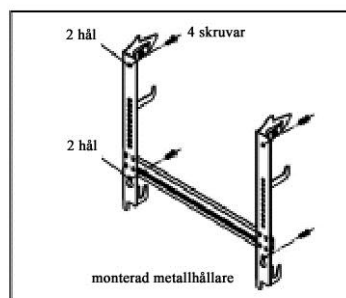

Fig. 2
- 2) Borra 4 hål i väggen i linje med hålen på hållaren och montera hållaren på väggen med hjälp av de 4 skruvarna (bild 2).